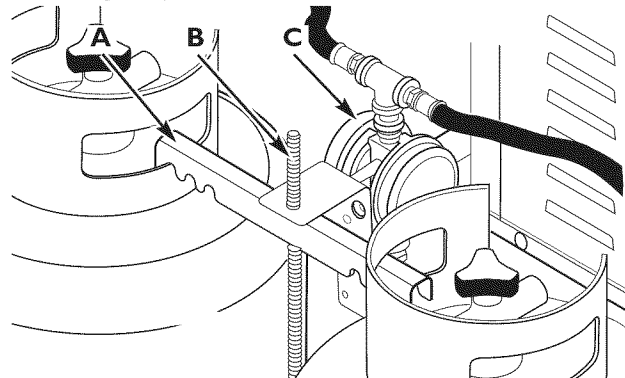

Figura 7 - Sustitución de los tubos flexibles y el regulador de combustible
4. Inserte el conjunto de tubos flexibles y regulador de combustible en la varilla roscada de forma que quede junto al generador y apoyado en el soporte de fijación (Consulte la Figura 7).